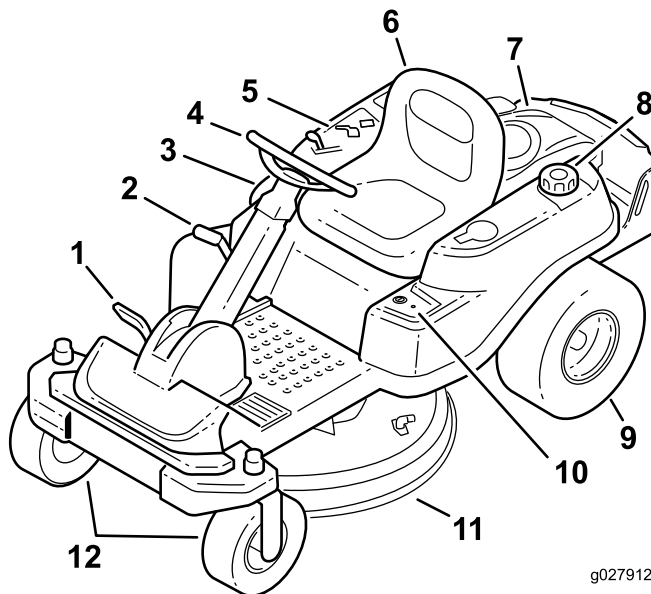
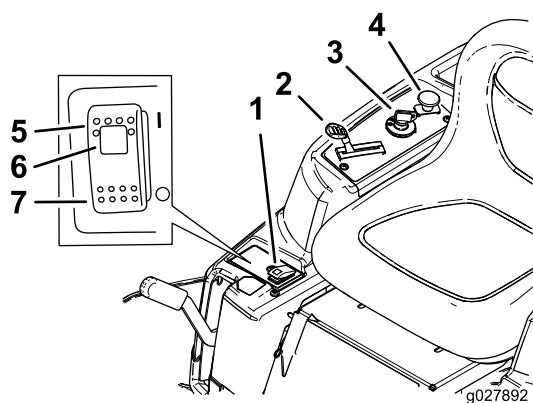

Figura 4
Figura 5
Familiarize-se primeiro com todos os comandos em Figura 4 e Figura 5 antes de ligar o motor e utilizar a máquina.
A ignição tem três posições: DESLIGAR, FUNCIONAR e LIGAR. A chave roda para LIGAR e volta para FUNCIONAR ao soltar. Rodando chave para a posição DESLIGAR pára o motor; no entanto, retire sempre a chave ao sair da máquina para evitar que alguém acidentalmente ligue o motor (Figura 5).
O acelerador e a entrada de ar estão combinados numa única alavanca de controlo. O acelerador controla a velocidade do motor e tem uma regulação contínua variável de Lento a Rápido. Engate a entrada de ar movendo a alavanca para além da regulação Rápido até que pare (Figura 5).
O interruptor de controlo da lâmina (PTO) engata e desengata potência para as lâminas do cortador (Figura 5).
- Pressione o interruptor SmartPark™ para a posição LIGAR (Figura 5).